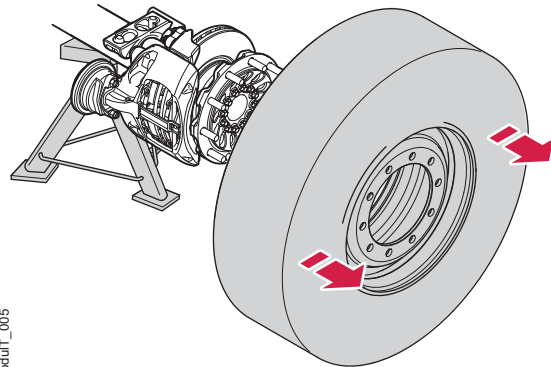

Figura 7. Desmontar la rueda
2. Quite las tuercas de rueda y luego desmonte la rueda, véase la figura 7.